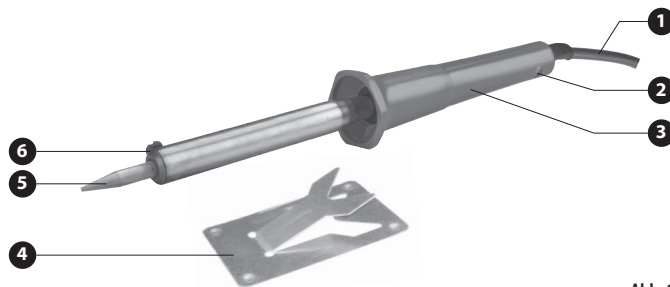

Abb. 1
2. Setzen Sie den LötKolben auf den Ständer (Abb. 1, Position 4) und warten Sie, bis sich die Lötspitze erhitzt hat (~5-6 Min.). (Abb. 1, Position 5)
- Bevor Sie den LötKolben an die Stromquelle anschließen, vergewissern Sie sich, dass die Spitze (Abb.1, Position 5) richtig positioniert und mit der Schraube (Abb.1, Position 6) gesichert ist. Erhitzen Sie den LötKolben nie ohne Spitze.